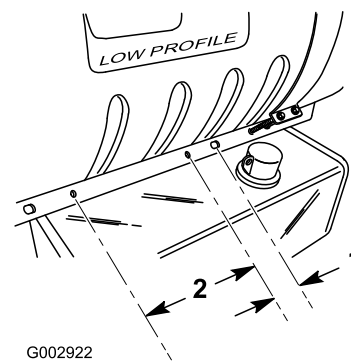

Bild 3
3. Ermitteln Sie am Behältersattel rechts an der Maschine das dritte Loch von der Vorderseite der Maschine. Messen und markieren Sie eine Stelle am Behältersattel, die 5 cm hinter der Mitte des 3. Lochs ist (Bild 3).
4. Messen Sie von dieser Markierung 25 cm nach hinten und markieren Sie die Stelle (Bild 3).
5. Bohren Sie zwei Löcher (mit einem Durchmesser von 7/16 Zoll) an den markierten Stellen, die vertikal zentriert im Behältersattel sind (Bild 3).